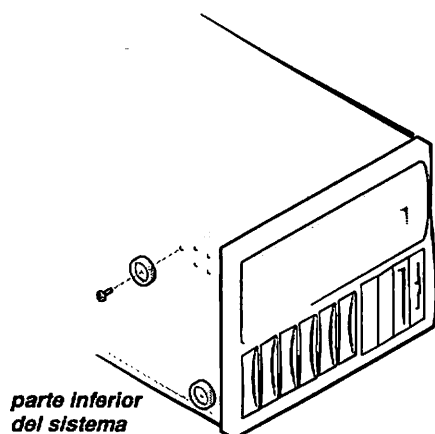

Figura 1. Desmontaje de las patas
2. Retire las cuatro patas de goma de la parte inferior del chasis (consulte la figura 1).